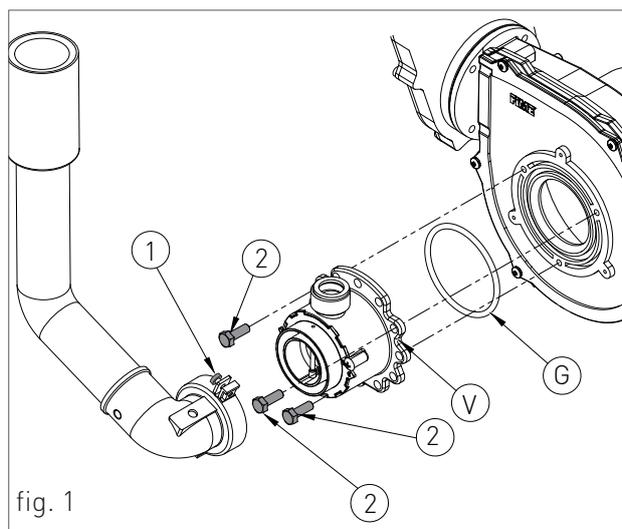

fig. 1
- › rimuovere le viti (1 - fig.1) di fissaggio poste nel bordo inferiore del pannello frontale;
- › afferrare il pannello frontale nella parte inferiore e, tirandolo verso se, estrarlo con movimento verso l'alto (vedi fig. 1).
- › rimuovere le viti (2 - fig.1) di fissaggio poste nel bordo frontale del pannello laterale;
- › afferrare la base del pannello e, dopo averlo spostato lateralmente, estrarlo alzandolo (vedi fig. 1).
- > Afferrare contemporaneamente le staffe di supporto del pannello comandi (fig. 1) allargandole e rovesciare il pannello, ruotandolo verso il basso;
- > svitare le quattro viti di fissaggio 1 - fig. 1;
- › ruotare il rubinetto di scarico dell'impianto 'RS' (fig. 1);
- › allentare le due viti '1' (fig.1) dalla boccola di fissaggio, e rimuovere il tubo di aspirazione aria;
- › svitare le tre viti di fissaggio '2' (fig.1) del venturi 'V' (fig.1) con una chiave da 10, tipo come in figura 2;
- › rimontare i componenti procedendo in senso inverso rispetto alle operazioni di smontaggio assicurandosi che venga rimontata la guarnizione 'G' come in fig.1;